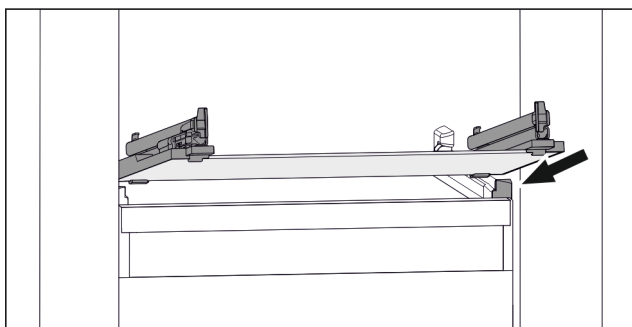

Fig. 49 Příklad znázornění skleněné desky
- Nasad'te skleněnou desku šikmo za zářezky. (viz Fig. 49)